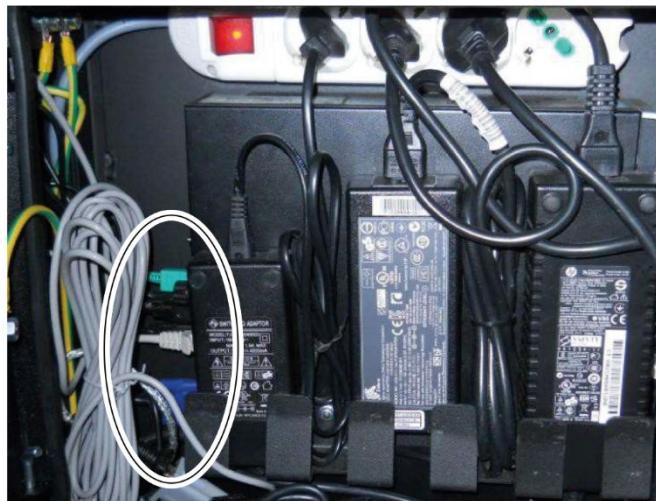

Fig. 05-10
- **Modelo E:** Abra o painel da porta do PC e verifique a conexão correta dos cabos (fonte de alimentação, vídeo, mouse, teclado, rede, serial, cabo de extensão USB) conforme indicado na (Fig. 05-10).